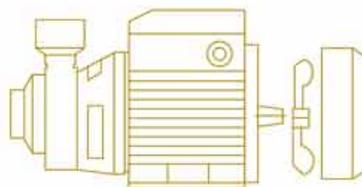

Figura 2
- Retirar la tapa del abanico y el abanico. (*Figura 2*)